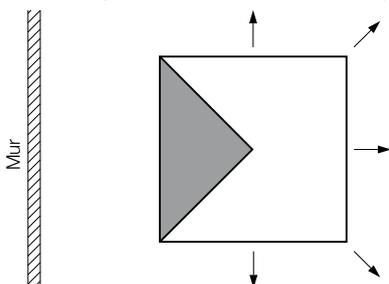

Figure 10: Soufflage dans 3 directions devant un mur
a) Un soufflage sur trois côtés est obtenu figure 10 par le cache.